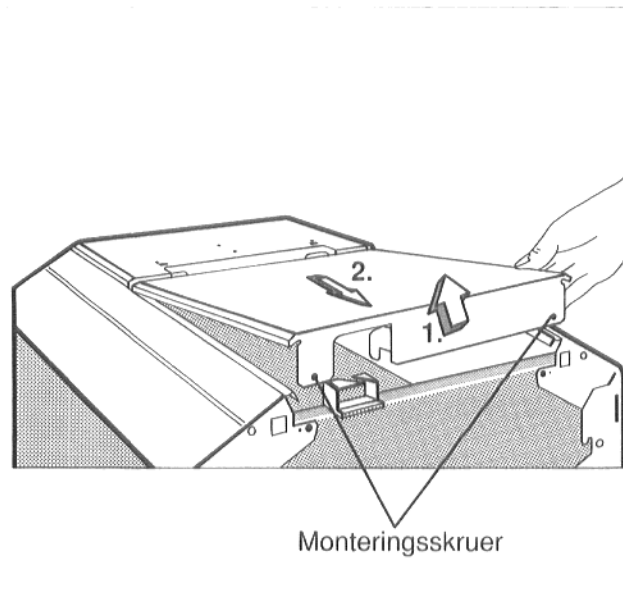

fig. 14
- De to monteringskruene skrues ut av bakre toppplate på kjelen (fig. 14)